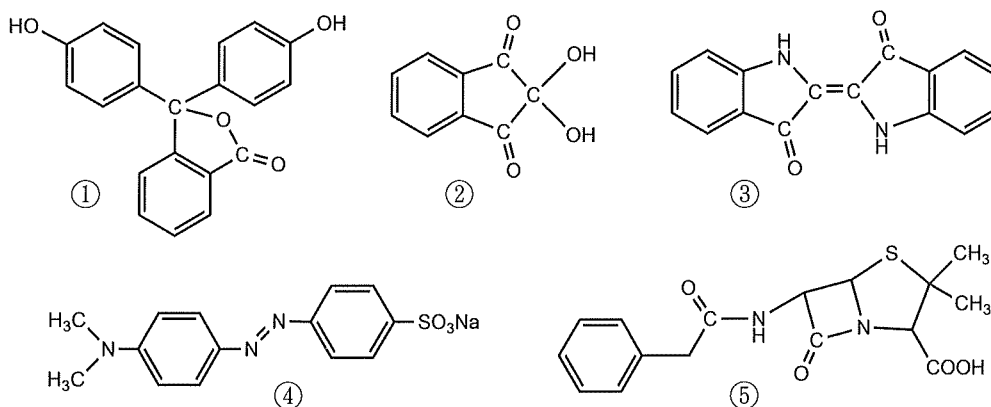

図4 化合物の構造式
(1) インジゴの構造式は図4に示す①～⑤のどれか。なお、インジゴの結晶中ではその分子は、ほぼ平面形で分子内水素結合が形成されている。